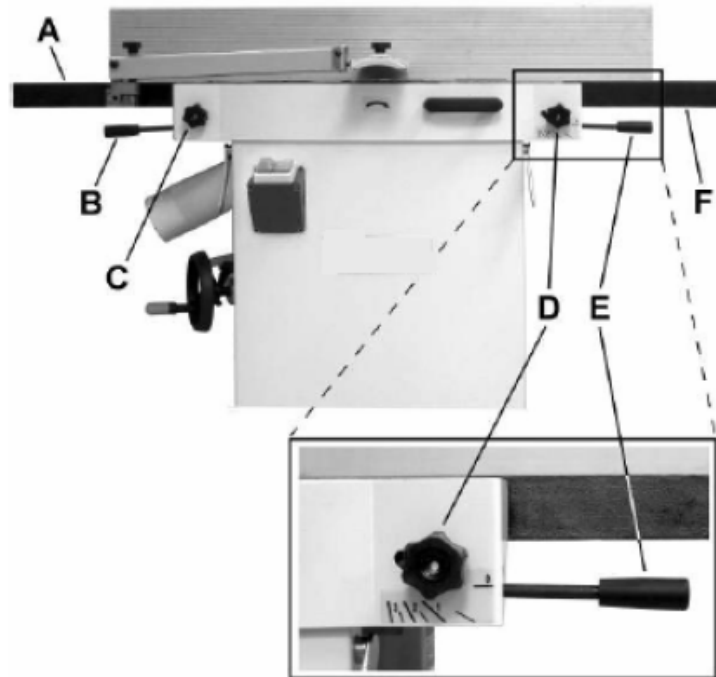

Abbildung 6
Siehe Abbildung 6:
2. Lösen Sie den Verriegelungsknopf (A) und schieben Sie den Schneidkopfschutz (B, C) über den Tisch.
5. Legen Sie ein Lineal (D) quer über die Vorderseite des Auslaftisches (F) und über den Einlaftisch (G). Beachten Sie die Position des Einlaftisches (G). Beachten Sie die Position des Haarlineals in Abbildung 6 in Bezug auf den Anschlag (H).
2. Entfernen Sie den Schneidkopfschutz (B, Abb. 6).